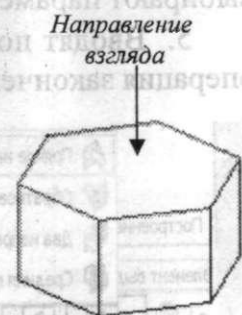

Рис. 39. Направление взгляда
- выбирают ориентацию, которая должна соответствовать направлению взгляда на деталь для данного эскиза (например, Вид сверху, как на рис. 39);